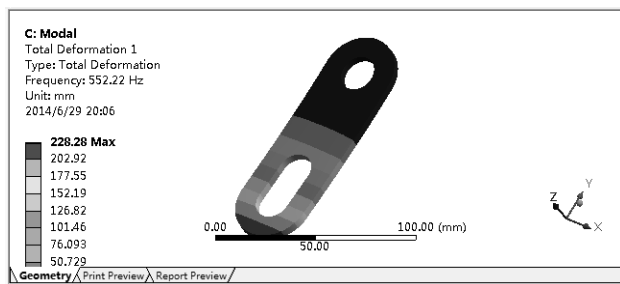

图 12-54 显示一阶振型
8) 在【Outline (分析树)】中选择【Solution (B6)】节点, 单击其下的【Total Deformation】项, 在图形窗口显示出一阶振型, 如图 12-54 所示。